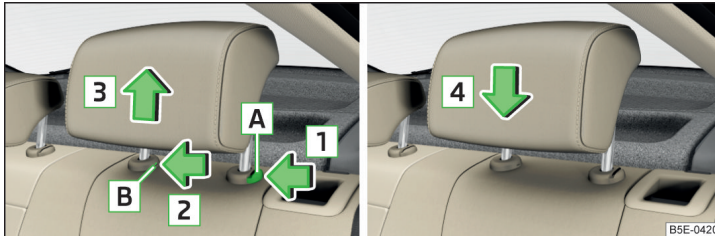

Abb. 91 Kopfstütze hinten herausnehmen/einsetzen
- » Die Sicherungstaste **A** in Pfeilrichtung **1** halten, gleichzeitig mit einem Schlitzschraubendreher (mit einer Breite von max. 5 mm) die Sicherungstaste in der Öffnung **B** in Pfeilrichtung **2** drücken und die Stütze in Pfeilrichtung **3** herausnehmen » Abb. 91.